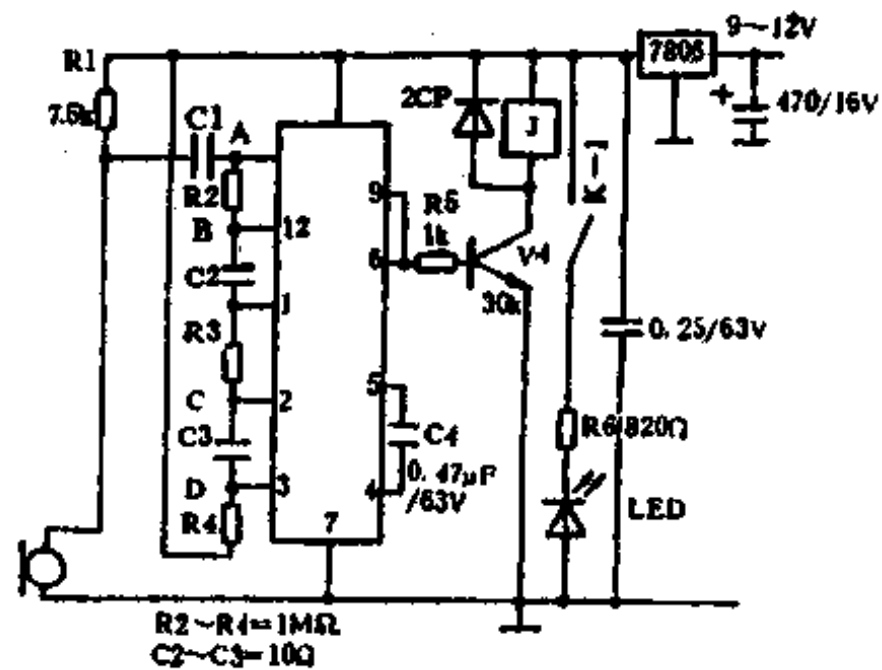

图 1-189
⑭	V_{DD}	③	输入(低灵敏)
⑦	V_{SS}	①	输入(中灵敏)
⑥	输出	⑬	输入(高灵敏)
⑨	输出	⑧、⑩、⑪	空脚
实用的声控开关见图 1-189 所示。图中 R2~R4 是放大器的反馈环电阻, 它们的阻值越大, 则内部的增益越高。C1~C3 是耦合电容器, C4 是输入频率调整电容器, 可控制电路对信号的反应时间, 调整它可改变两次有效击掌时间差, ⑦与⑭脚分别接电源负极与正极, ⑨、⑥脚是输出。